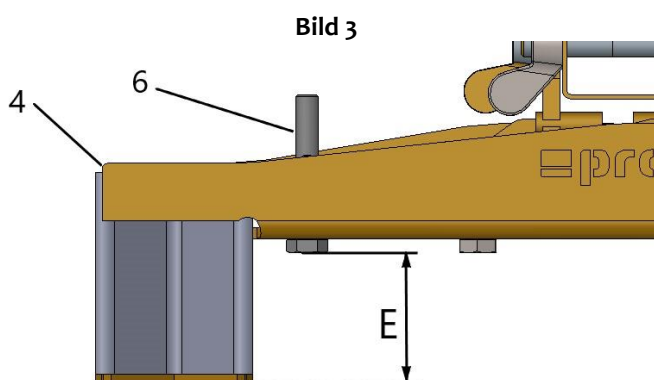

Bild 3
Dessutom kan gripdjupet E(Et) hos gripkäftarna på adaptern (4) ändras och ställas in efter gripgodset (gräsarmeringsstenarna) som ska lyftas (→ bild. 3).